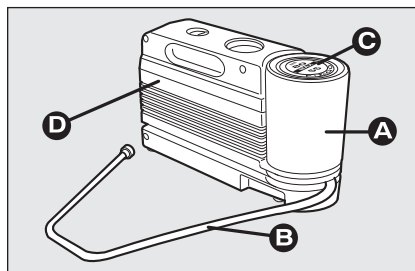

fig. 3
- ☐ une bombe **A-fig. 3** contenant le liquide de colmatage munie de :